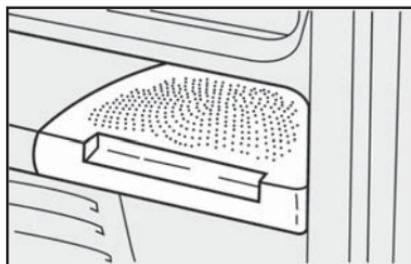

fig. 124
- Sede para os alto-falantes traseiros **fig. 124**.
- Alto-falantes traseiros (algumas versões) **fig. 124**.